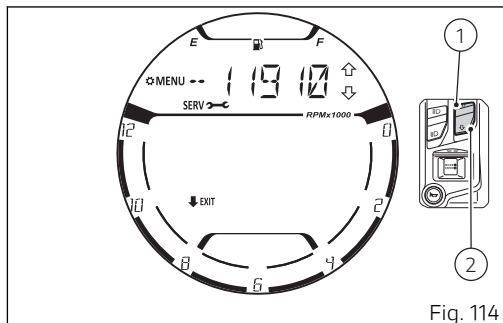
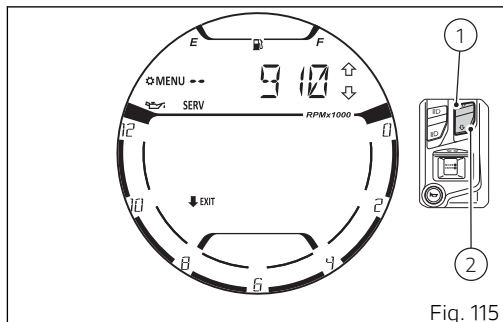
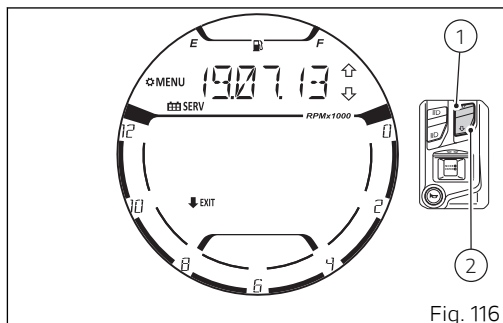

Fig. 114
Fig. 115
Fig. 116
Al acceder a la función el display muestra como primera información la indicación del "Desmo Service" (Fig. 114).
Al presionar el pulsador (1) o el pulsador (2) el salpicadero visualiza en secuencia la información "Oil Service" (Fig. 115), "Annual Service" (Fig. 116) y luego vuelve a visualizar la información del "Desmo Service" (Fig. 114).